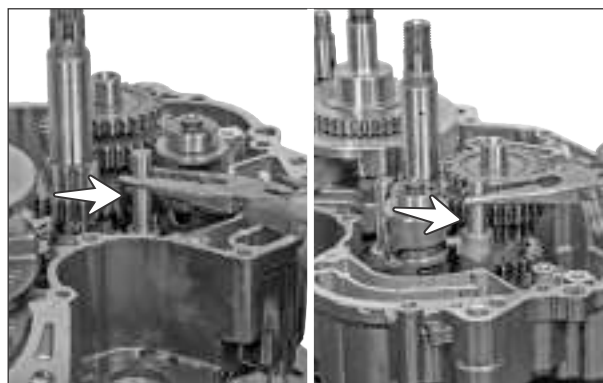

Fig. 3.187
- Ensamble ambas las horquillas de cambio en el eje de cárter LH montaje a través de cambios de marcha de la horquilla. (Fig. 3.187)